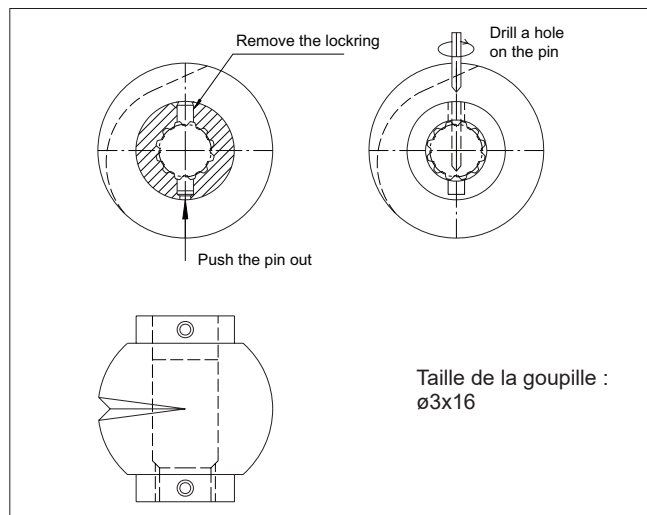

Fig. 18 Perçage des goupilles, série FL
- a) Percez soigneusement un trou de 2 mm et de 10-12 cm de profondeur jusqu'aux deux goupilles (14), puis retirez les goupilles (14), l'axe (12) et l'axe d'entraînement (11) ;
- b) Si le perçage de la goupille s'effectue à travers la sphère, retirez la retenue de la goupille effectuée au pointeau en la perçant soigneusement. Ensuite, pivotez la sphère de 180° et enfoncez les goupilles à travers le trou. Cf. Fig. 18.